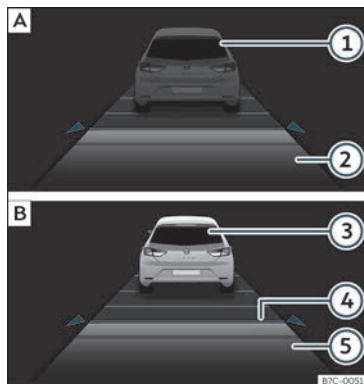

Fig. 215 No ecrã do painel de instrumentos: **A** ACC inativo (Standby). **B** ACC ativo.
Indicação do estado no ecrã >>> **Fig. 215:**
Quando o ACC está ligado, acende-se no painel de instrumentos a luz de controlo verde (🟢) e no ecrã exibe-se a velocidade programada e o estado do ACC >>> **Fig. 215**.
atual e a distância. A imagem do painel pas-sará para o modo Ativo >>> Fig. 215 B].
- Para programar a velocidade desloque a terceira alavanca para cima (4) ou para baixo (5) até a velocidade desejada >>> Fig. 215 C]. O ajuste da velocidade realiza-se em intervalos de 10 km/h (6 mph).
No ecrã do painel de instrumentos modifica-se o nível de distância selecionado >>> Fig. 215 (4). Pode seleccionar-se entre 5 níveis de distância. O CUPRA recomenda o ní-